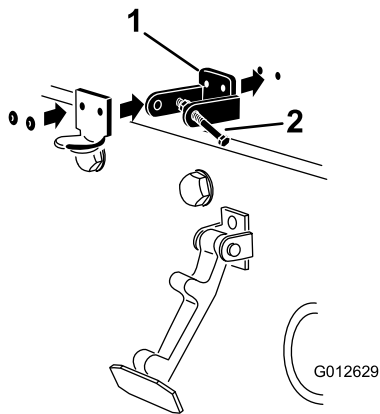

**Figura 7**
- Retire los 2 remaches que sujetan el cerradero del capó al capó (Figura 7). Retire el cerradero del capó.